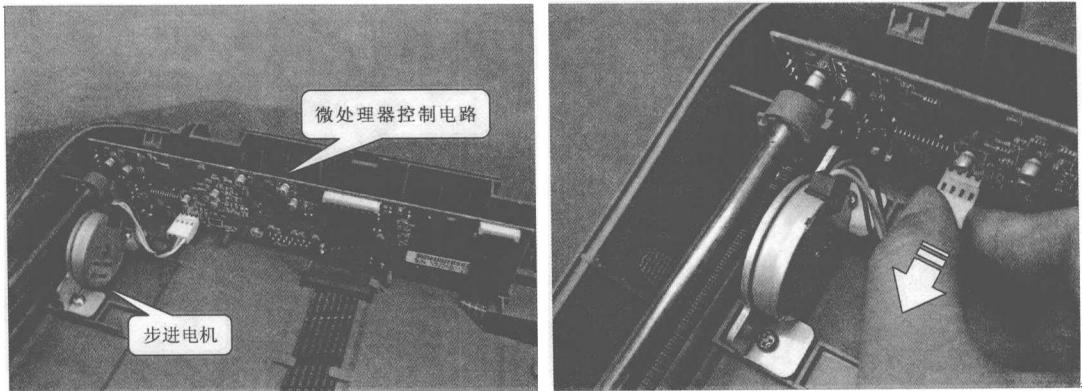

图 1-8 取下步进电机数据线
(6) 机械传动系统中的步进电机与微处理器控制电路板之间通过数据线连接，拆卸步进电机或是微处理器控制电路之前都需要将其数据线取下来，如图 1-8 所示。